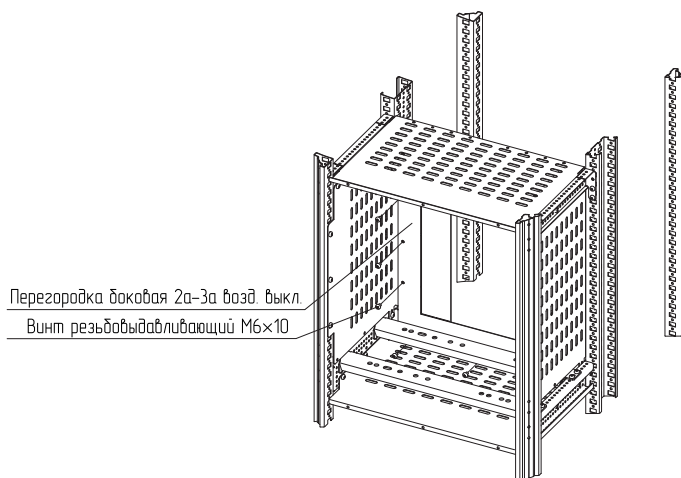

Рисунок 6
4.1.7 Закрепить перегородку заднюю 2а – 3а выкатной ARMAT (далее – перегородка задняя) на перегородках горизонтальных, перегородках боковых винтами М6×10 (рисунок 6). Момент затяжки – 7 Н·м.